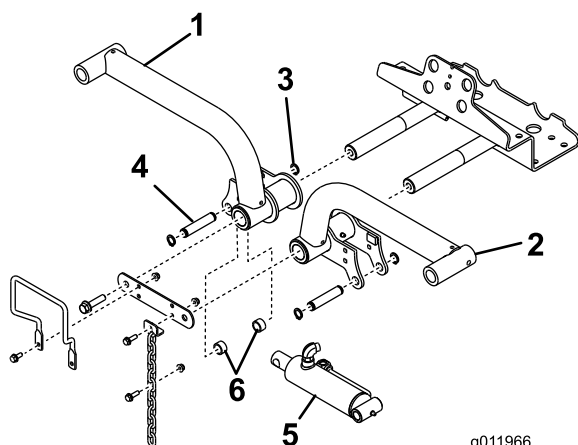

Figura 15
4. Insira os braços de elevação nas hastes de articulação dos braços de elevação (Figura 15) e fixe cada uma ligação do veio da articulação do braço de elevação e os parafusos anteriormente retirados.
6. Fixe a extremidade direita do cilindro de elevação no braço de elevação direito com um pino e 2 espaçadores (Figura 15). Fixe-a com um anel de retenção.